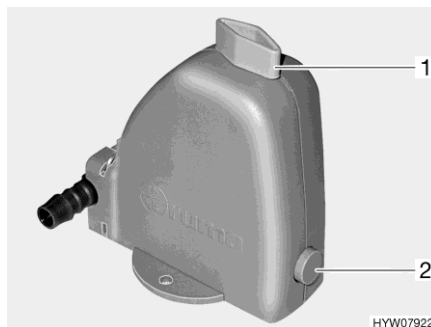

Bild 79 Sicherheits-/Ablassventil
Die Heizung ist mit einem Sicherheits-/Ablassventil (Bild 79) ausgestattet. Das Sicherheits-/Ablassventil verhindert, dass Wasser für die Warmwasser-Bereitung einfriert, wenn bei Frost die Heizung nicht eingeschaltet ist.
- Sicherheits-/Ablassventil schließen. Dazu den Drehknopf (Bild 79,1) quer zum Sicherheits-/Ablassventil drehen und den Druckknopf (Bild 79,2) hineindrücken.
- Sicherheits-/Ablassventil öffnen. Dazu den Drehknopf (Bild 79,1) längs zum Sicherheits-/Ablassventil drehen. Der Druckknopf (Bild 79,2) springt heraus. Der Brauchwasser-Behälter wird über das Sicherheits-/Ablassventil nach außen entleert.